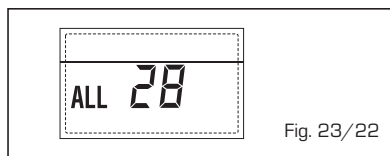

Fig. 23/22
- **ANOMALIA NÚMERO DE PLAQUETAS CONNECTED "ALL 29"** (fig. 23/23)